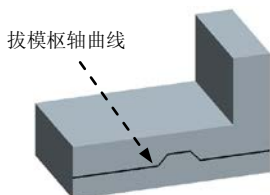
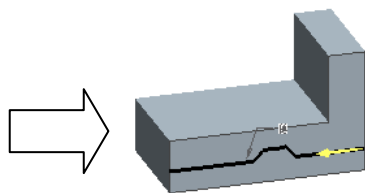

图 4.1.10 选取拔模枢轴曲线前
图 4.1.11 选取拔模枢轴曲线后
Step4. 选取图 4.1.10 中的草绘曲线为拔模枢轴曲线, 此时模型如图 4.1.11 所示。